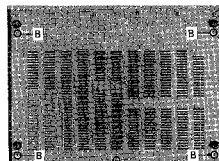

Fig. 2.2
2.2 Dépose de la plaque inférieure (fig. 2.2)
- Dévissez les cinq vis (B) du fond.